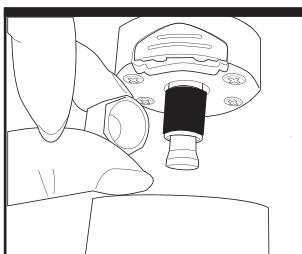
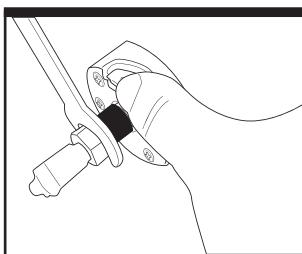

Fig. 3
Fig. 4
3. FIXER LES FRAISES (Fig. 3 & Fig. 4)